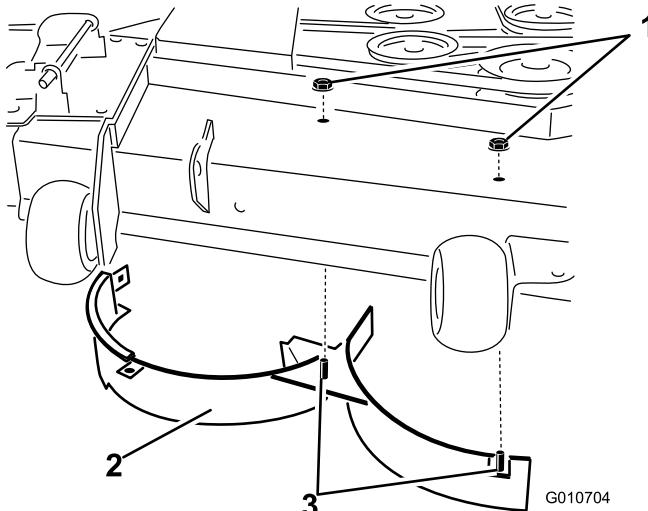

Figure 38
11. Retirez les deux contre-écrous (5/16 po) qui fixent les montants soudés du déflecteur droit sur le dessus du plateau de coupe, au centre et à droite du centre (Figure 38).
12. Retirez le boulon de carrosserie et le contre-écrou qui fixent le déflecteur droit sur le haut du plateau de coupe. Déposez le déflecteur droit du plateau de coupe (Figure 38).